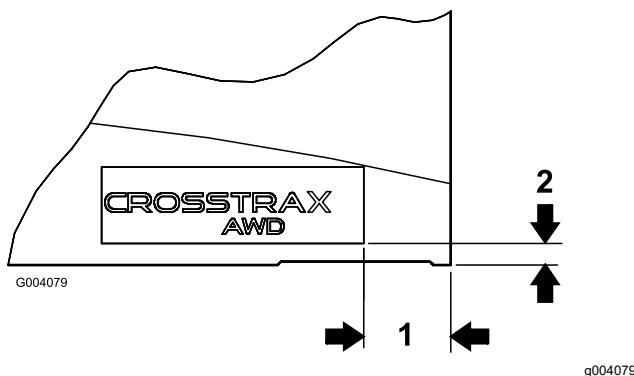

Bild 13
2. Verwenden Sie die in Bild 13 abgebildeten Abmessungen und bringen Sie an diesen Stellen einen CROSSTRAX-Aufkleber an der unteren rechten Kante jeder Motorhaubenseite an.